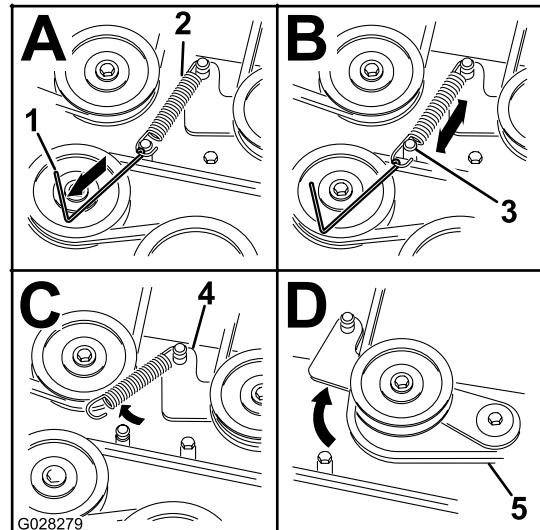

Figura 64
8. Rimuovete la tensione della molla dalla puleggia di rinvio caricata a molla. Vedere Figura 64.
Nota: Utilizzate lo strumento di rimozione della molla (n. cat. Toro 92-5771) per rimuovere la molla dal perno della scocca del tosaerba (Figura 64).